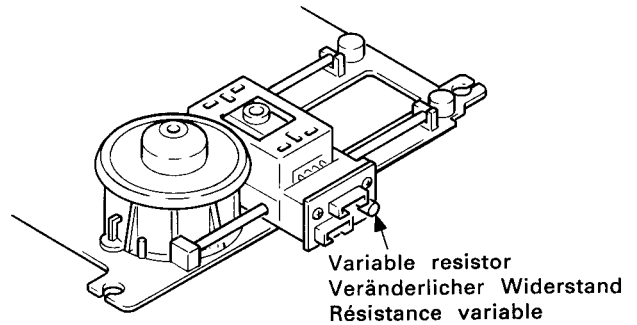

Fig.7
**(2) Behandlug des Tonabnehmermechanismus (Abb. 7)**
**(2) Maniement du mécanisme de captage (Fig. 7)**